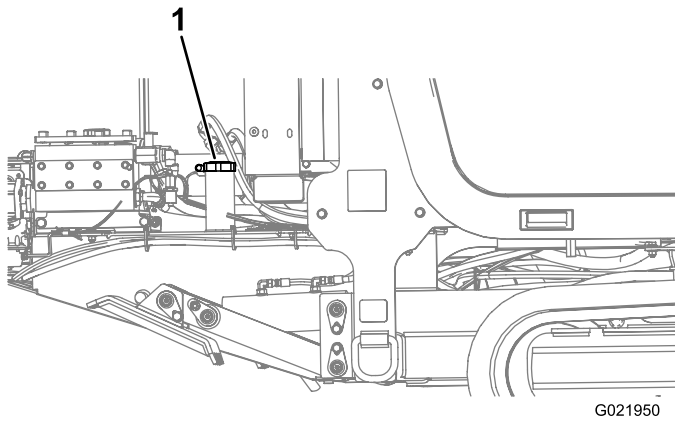

Figura 67
4. Retire a tampa do tanque de combustível. (Figura 67).